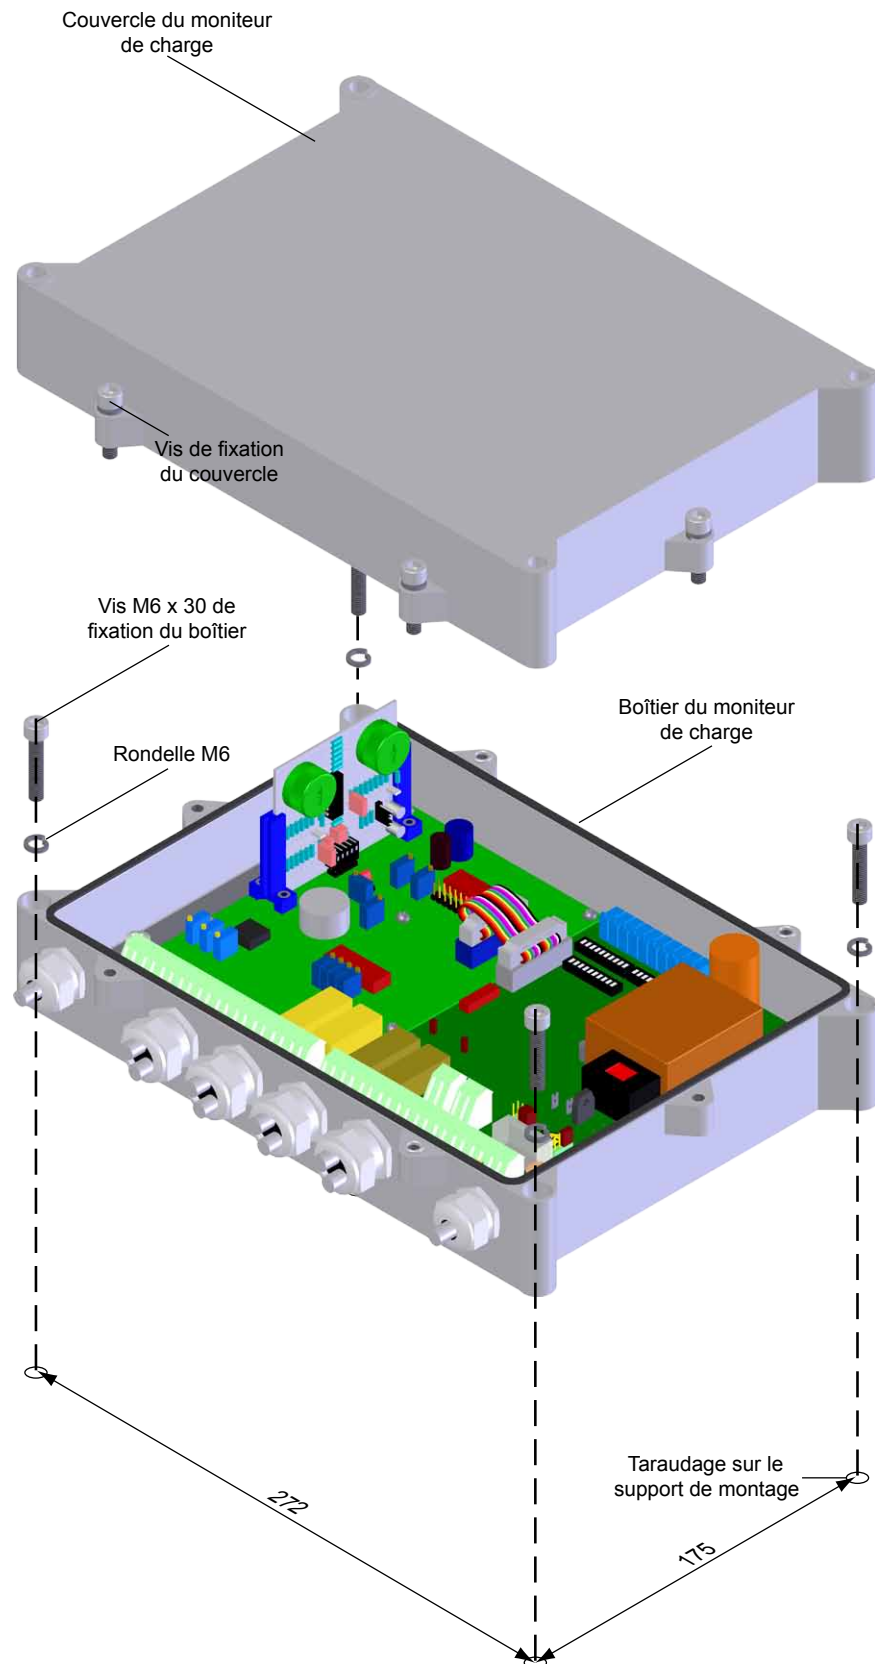

Figure 2-1 Installation du moniteur LMU 216
4. Retirer le couvercle du boîtier du moniteur de charge après avoir dévissé les vis. Il y en a 6, comme le montre la *figure 2-1*.